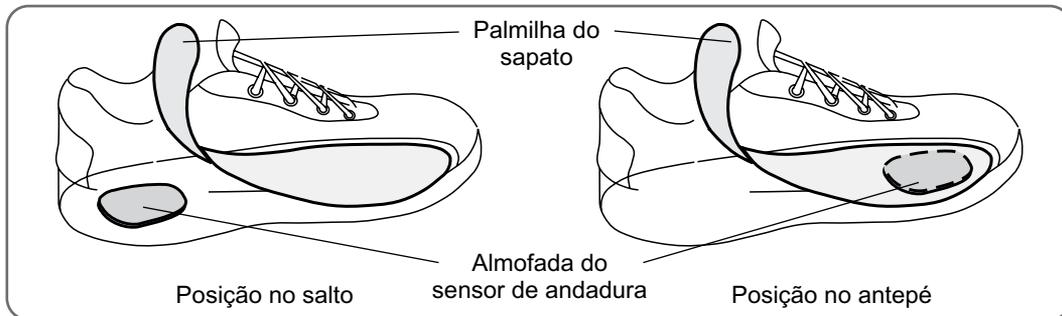

Figura 6-17: Colocação da almofada do sensor de pé
2. Coloque uma almofada do sensor de pé sob a palmilha, na posição definida pelo médico. Veja a Figura 6-17.